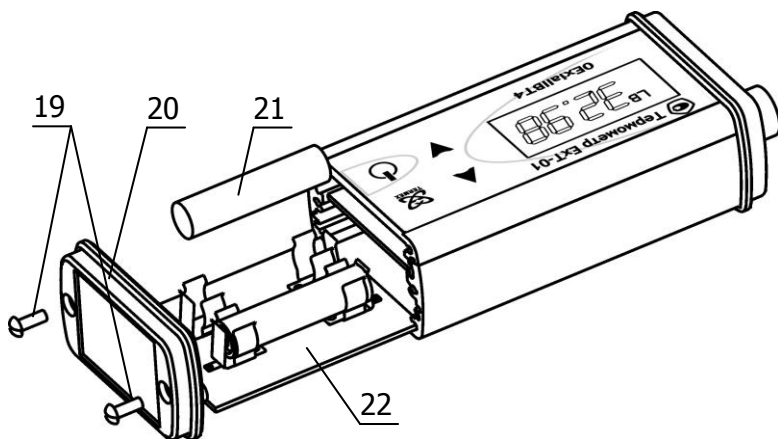

Рисунок 6 — замена элементов питания
2.4.2 Для замены элементов питания (рисунок 6):